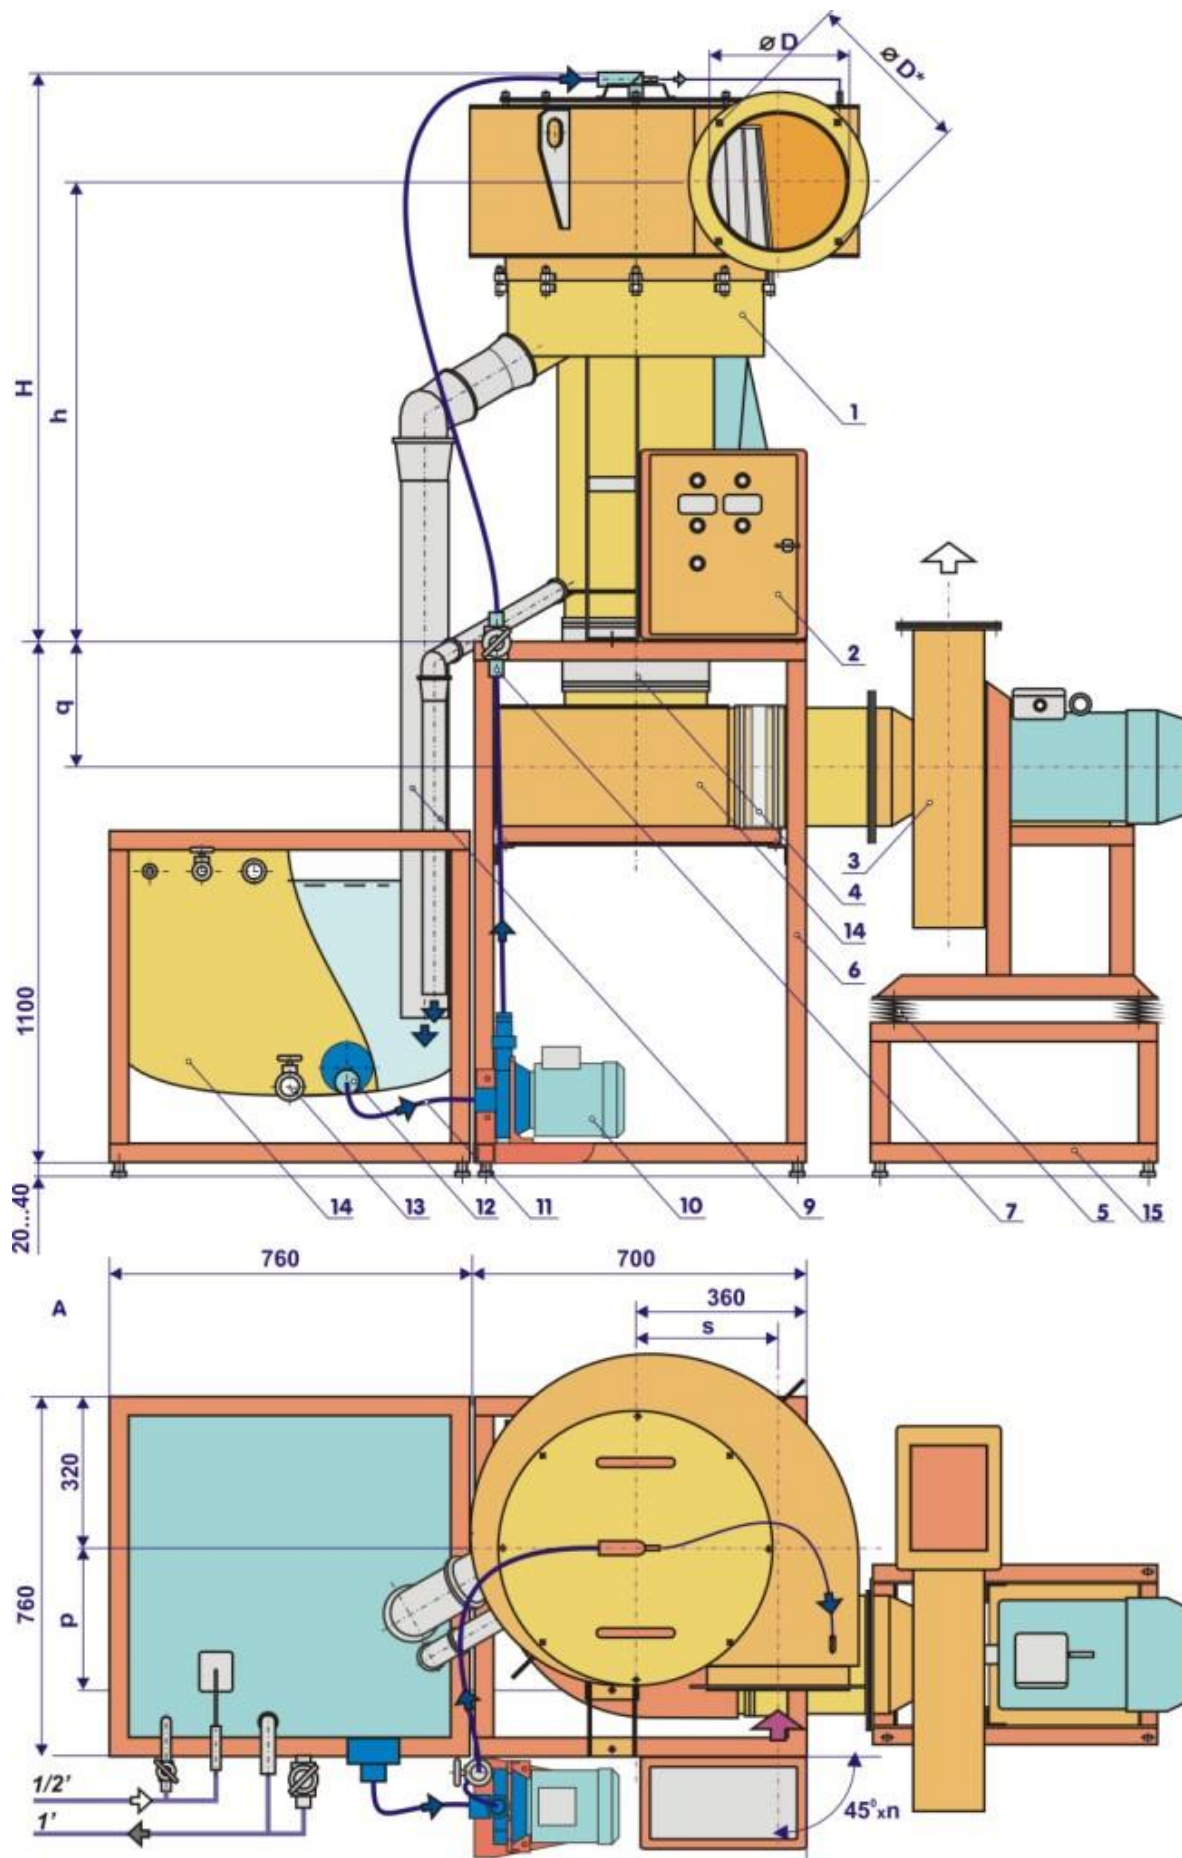

Рис. 3. Вихревой гидрофильтр "Вортэкс-3000...10000" с внешним вентилятором.
Очищенный от примесей и освобожденный от жидкости воздух из узла контакта (на рис. 3 через раскручивающую улитку **14**) поступает в вентилятор **3**, которым через диффузор-шумоглушитель **8** (при наличии) выводится из установки.
В исполнении с выносным вентилятором (рис. 3):
6.3 Для установки с внешним вентилятором (рис. 3) установить раму **15** с вентилятором **3** рядом с рамой **6** так, чтобы вход в вентилятор был расположен напротив выхода раскручивающей улитки **14** на расстоянии примерно 10 мм, соединить их прилагаемой гибкой вставкой, закрепив ее хомутами. Обеспечить прилегание всех регулировочных болтов рамы **15** к поверхности пола и вертикальное расположение вентилятора.